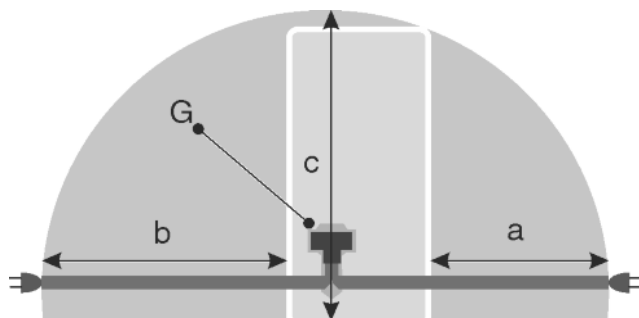

Fig. 43
- Steckdose liegt außerhalb des Geräterückseitenbereichs im gegebenen Bereich Fig. 43 (a, b, c).
- ▶ Gerätestecker Fig. 43 (G) auf der Rückseite des Gerätes einstecken. Auf richtiges Einrasten achten.